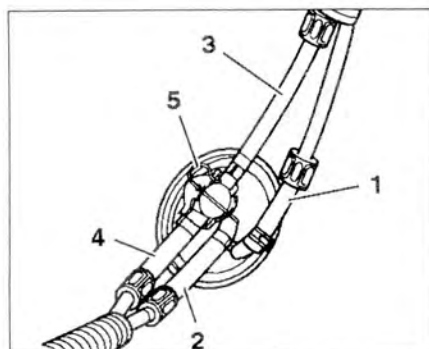

Рис. 1.10. Отсоедините фиксатор 5. Снимите регулировочный клапан с присоединенными топливопроводами. Отсоедините топливопроводы 1 и 2.
1. Отсоедините фиксатор 5. Снимите регулировочный клапан с присоединенными топливопроводами. Отсоедините топливопроводы 1 и 2 (рис. 1.10).